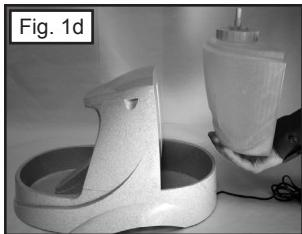
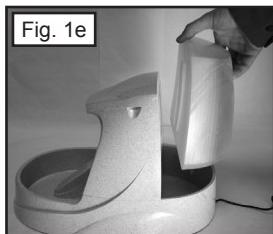

Fig. 1d
Fig. 1e
- 8) Retire el tanque de agua levantándolo y apartándolo de la fuente. Invierta el tanque y desatornille la tapa del tanque. Llene el tanque de agua y atornille de nuevo la tapa. Manteniendo el tanque invertido y volviendo la espalda a la fuente (Fig. 1d) voltee rápidamente el tanque volviéndolo a su posición original y deslícelo a su lugar de fijación (Fig. 1e). El nivel de agua se estabilizará a aproximadamente 1.27 cm debajo del borde de la taza.